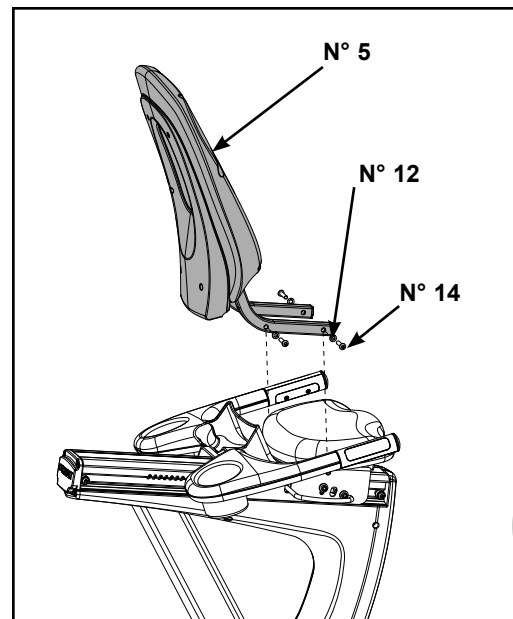

Figure 2
- A. Repérez le dossier du siège (n° 5), quatre vis 5/16-18 x 1,50 po (n° 14) et quatre rondelles 5/16 po (n° 12). Reportez-vous à la figure 2.
- B. Placez le dossier du siège (n° 5) dans la position adéquate et enfitez manuellement chacune des vis 5/16-18 x 1,50 po (n° 14) et quatre rondelles 5/16 po (n° 12). Reportez-vous à la figure 2.